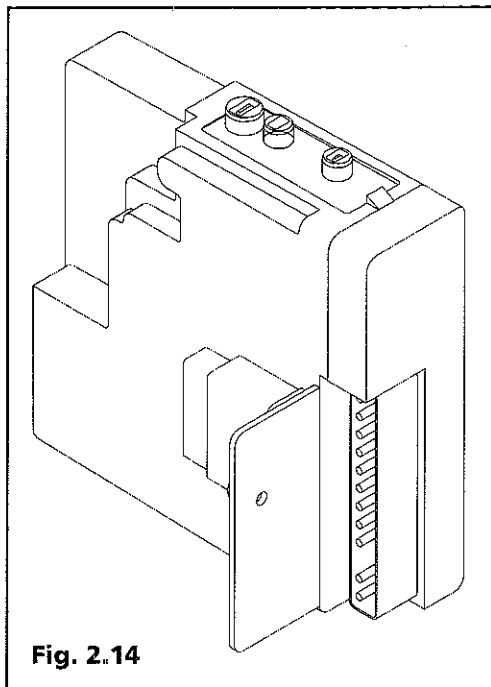

Fig. 2.14
2.9 Apparecchiatura di controllo e comando (Fig. 2.14)